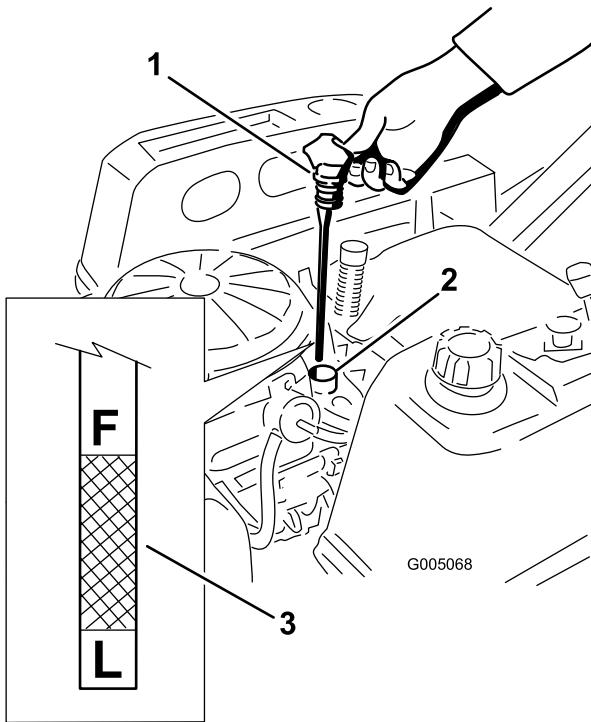

Bild 30
4. Ziehen Sie den Fülldeckel bzw. den Peilstab heraus und wischen Sie das Öl ab. Setzen Sie den Peilstab wieder ein und drücken Sie ihn richtig rein (Bild 30).
5. Nehmen Sie den Peilstab heraus und prüfen Sie den Ölstand (Bild 30). Der Ölstand sollte an aber nicht über der F-Markierung am Peilstab liegen.
8. Drehen Sie das Ablassventil um eine Vierteldrehung nach links, um es zu öffnen, damit das Öl ablaufen kann (Bild 32). Nehmen Sie den Öleinfüllstutzendeckel/Peilstab ab (Bild 30).
15. Gießen Sie ca. 80 % der angegebenen Ölmenge langsam in den Einfüllstutzen (Bild 30).
16. Stecken Sie den Ölfülldeckel und Peilstab wieder fest ein (Bild 30).
17. Prüfen Sie den Ölstand (Bild 30); siehe Prüfen des Ölstands“.
19. Stecken Sie den Ölfülldeckel und Peilstab wieder fest ein (Bild 30).